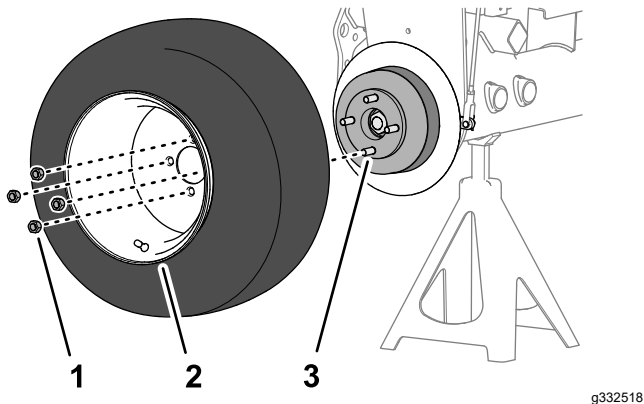

図 72
1. ラグナット4個でホイールをハブに取り付け 図 72、ラグナットを手締めする。